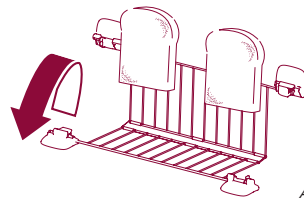

Abb. 13
- 1 Öffnen Sie den Einsatz, indem Sie die beiden Griffe zusammendrücken. Führen Sie eine oder zwei Scheiben Brot ein (Abb. 13).